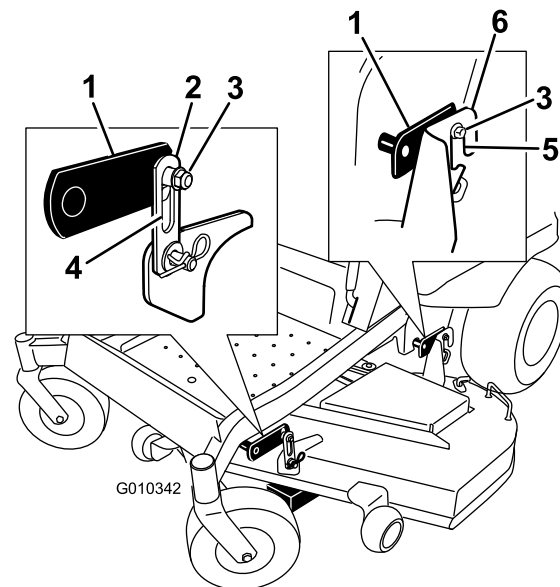

Figura 72
4. Afloje las tuercas de ajuste del sistema de nivelación (pieza 3) en las cuatro esquinas de modo que la carcasa quede bien asentada en los cuatro bloques. Asegúrese de que las barras de soporte de la carcasa están bajadas del todo (en la parte superior de la ranura) y que el pedal de elevación de la carcasa está hacia atrás, contra el tope, y apriete las cuatro tuercas de ajuste del sistema de nivelación (Figura 72).